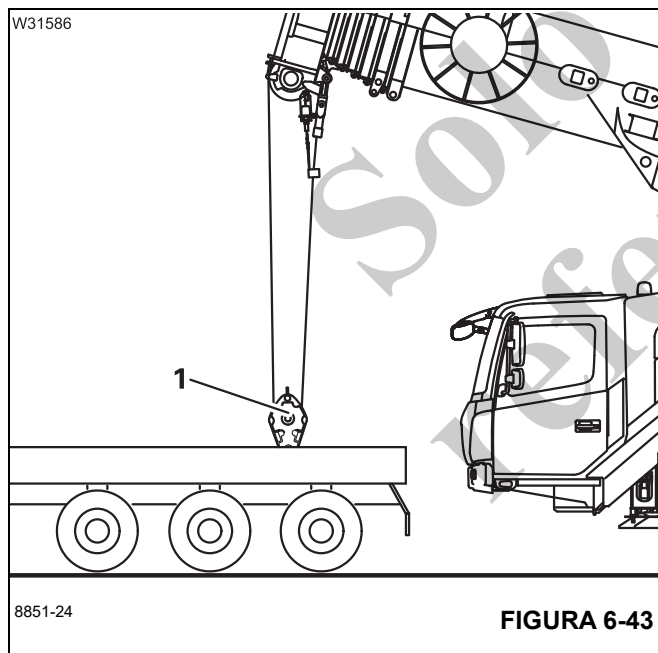

FIGURA 6-43
- Si se ha realizado la configuración respectiva en el RCL, gire la superestructura y baje la pluma principal hasta que la cabeza de la pluma esté directamente encima del aparejo de gancho (1), (Figura 6-43).
- Enhebre el cable de elevación en el aparejo de gancho (1); (Figura 6-43). Consulte *Enhebrado del cable de elevación*, página 6-33.
- Baje la pluma principal y apoye el aparejo de gancho (1), (Figura 6-43), sobre el vehículo separado.